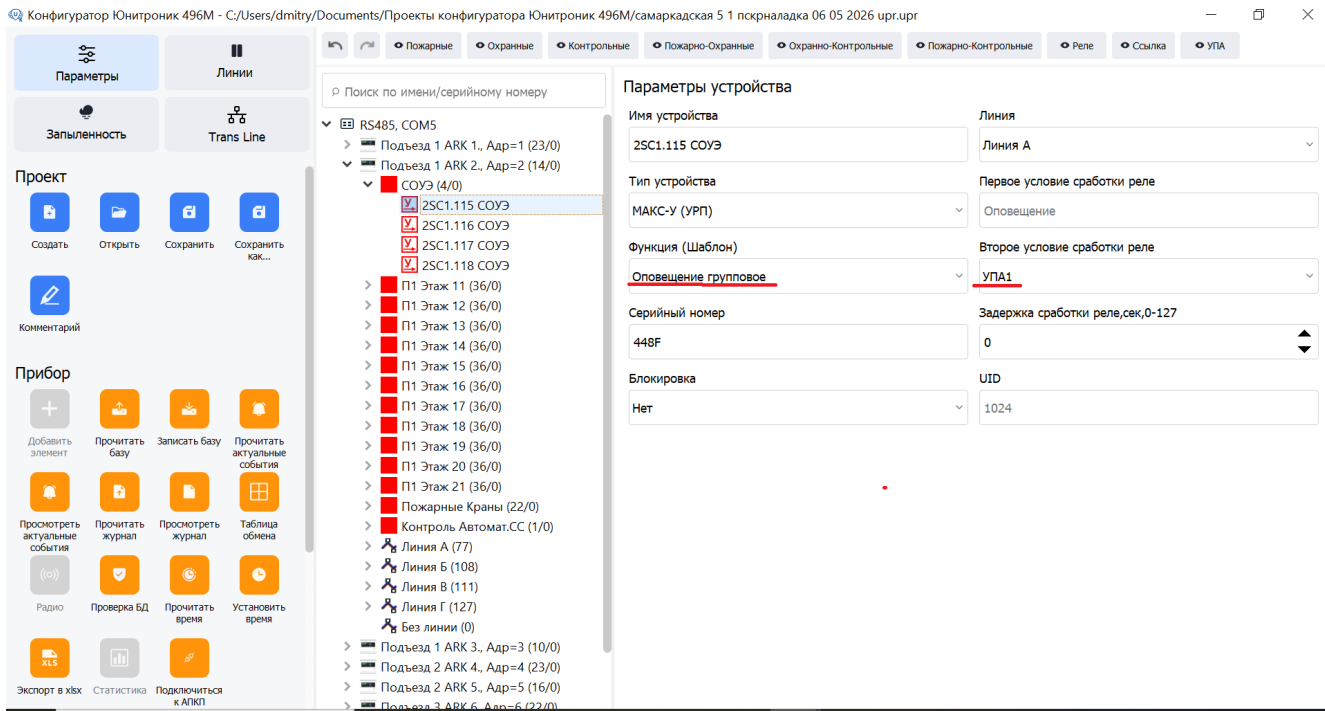

Рис.15. Пример шаблона «Оповещение групповое» - управление всеми оповещателями группы УПА.
- режим "Оповещение групповое" (рис.15): управляющие модули с такой функцией формируют управляющий сигнал при пожаре от любого автоматического извещателя или ИПР, КРОМЕ кнопки УДП, в любом из Объектов (зон), входящем в состав группы УПА 1...16, с возможностью отключения/включения с пульта АПКП.